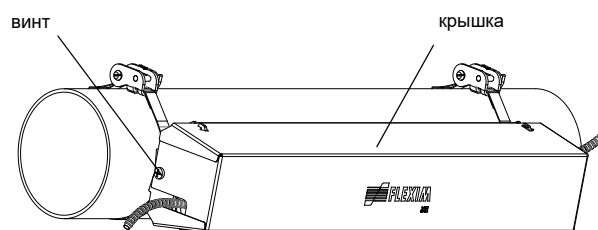

Рис. 8.46: Рельс Variofix C с датчиками на трубе
- Поставьте крышку на рельс (смотри Рис. 8.46).